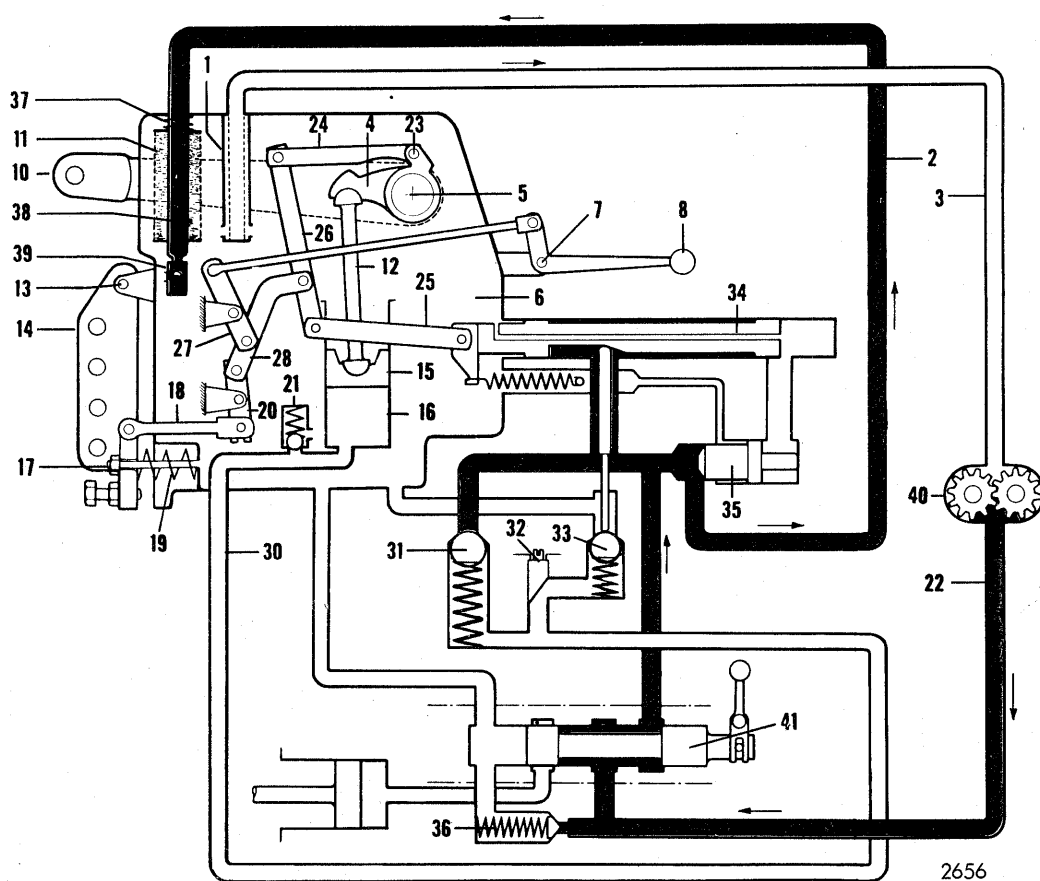

Fig. 35. Skematisk gengivelse af hydraulikanordningen.
Trykstangsophænget er ved reguleringsstangen (18) og mellemarmen (20) forbundet med den indre arm (28), der er anbragt drejeligt på en af reguleringsgrebet styret, excentrisk tap. Den indre arm (reguleringsarmen) (28) er forbundet med løftearmsakslen (5) ved armen (26), leddet (24) og bolten (23), og desuden bevægeligt forbundet med stangen (25) og glideren (34) - se tillige fig. 35.
I reguleringsventilen (se fig. 35) findes, foruden kanaler for olien, glideren (34), aflastningsventilen (35), sænkeventilen (33), returventilen (31), overstrømningsventilen (36) samt en ventil (32) for regulering af sænkehastigheden. Reguleringsventilen er ved sin bageste ende fastboltet til hydraulikhuset, og de oliekanaler der udmunder i denne ende er derved i direkte forbindelse med hydraulikhuset. Olien foran regulatorglideren står i forbindelse med hydraulikhuset gennem kanalen i glideren.